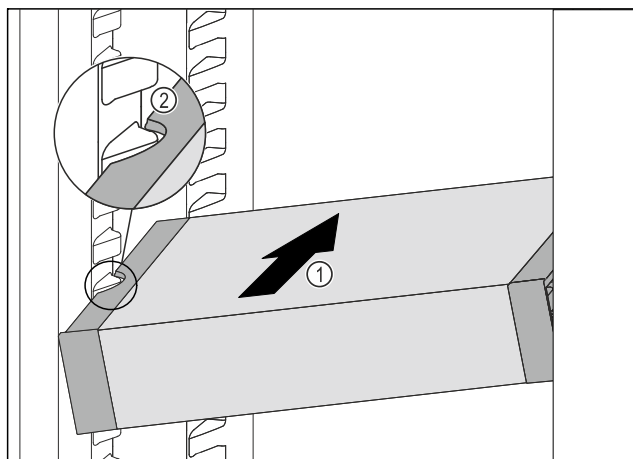

Fig. 93
- ▶ Predal VarioSafe potiskajte poševno v hladilnik Fig. 93 (1), dokler stranska izreza Fig. 93 (2) predala VarioSafe nista na višini nastavka za posodo v hladilniku.